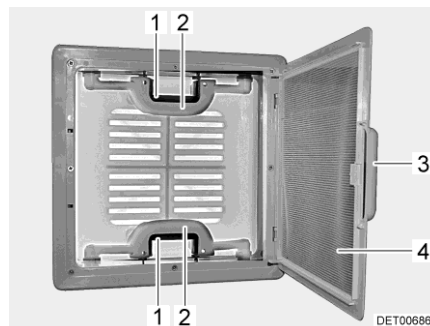

Bild 26 Dachhaube mit Schnappver- schluss
- Am Griff (Bild 26,3) ziehen.
- Insektenschutz (Bild 26,4) nach unten klappen.
- Schnappverschluss (Bild 26,1) zur Innenseite der Dachhaube drücken. Gleichzeitig mit dem Griff (Bild 26,2) die Dachhaube nach oben drücken.
- Insektenschutz (Bild 26,4) nach oben schwenken, bis er einrastet.
- An beiden Griffen (Bild 26,2) die Dachhaube kräftig nach unten ziehen, bis beide Schnappverschlüsse (Bild 26,1) eingerastet sind.